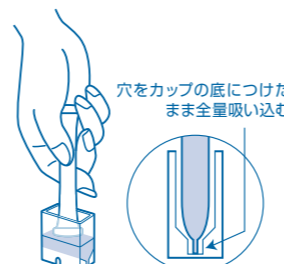

図4
④そのままの状態、穴を検水の中に入れ、つまんだ指をゆるめ、全量吸い込みます。(検水はチューブの半分入ります。)(図4)